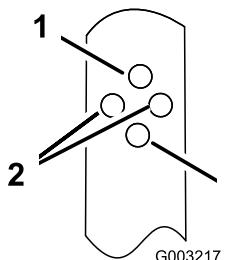

Bild 14
2. Stecken Sie die Schraube durch das Loch an jeder Griffhalterung, mit der der Griff in die gewünschte Stellung gebracht wird (Bild 14).